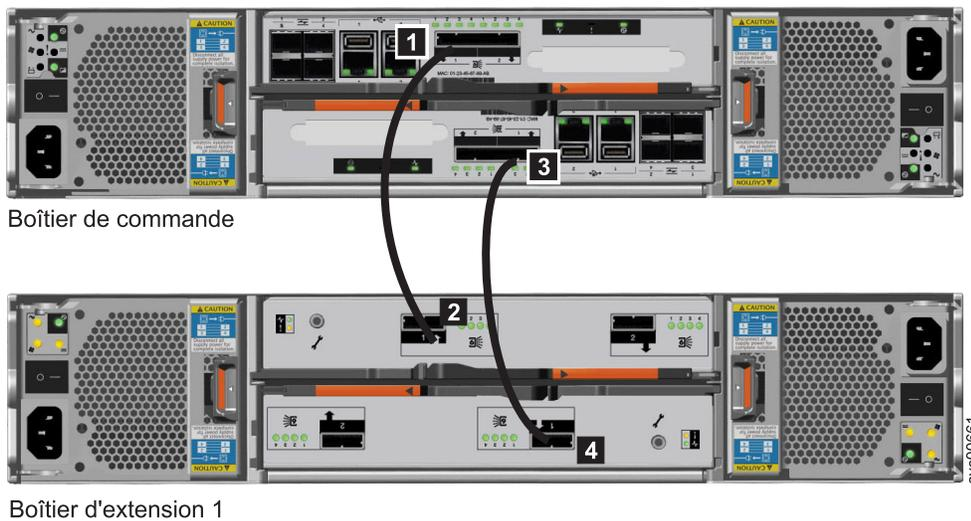

Figure 12. Connexion d'un boîtier d'extension au boîtier de commande
2. Connectez les câbles SAS du boîtier de commande sur le premier boîtier d'extension comme illustré dans la figure 12. Au besoin, retirez les caches de protection. Le premier boîtier d'extension se trouve sous le boîtier de commande.